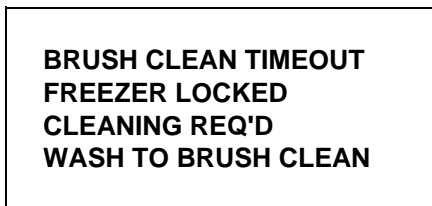

Figura 178
1. Decorreu o tempo estabelecido para a limpeza da máquina (tempo máximo de 14 dias). (Veja a Figura 178.)